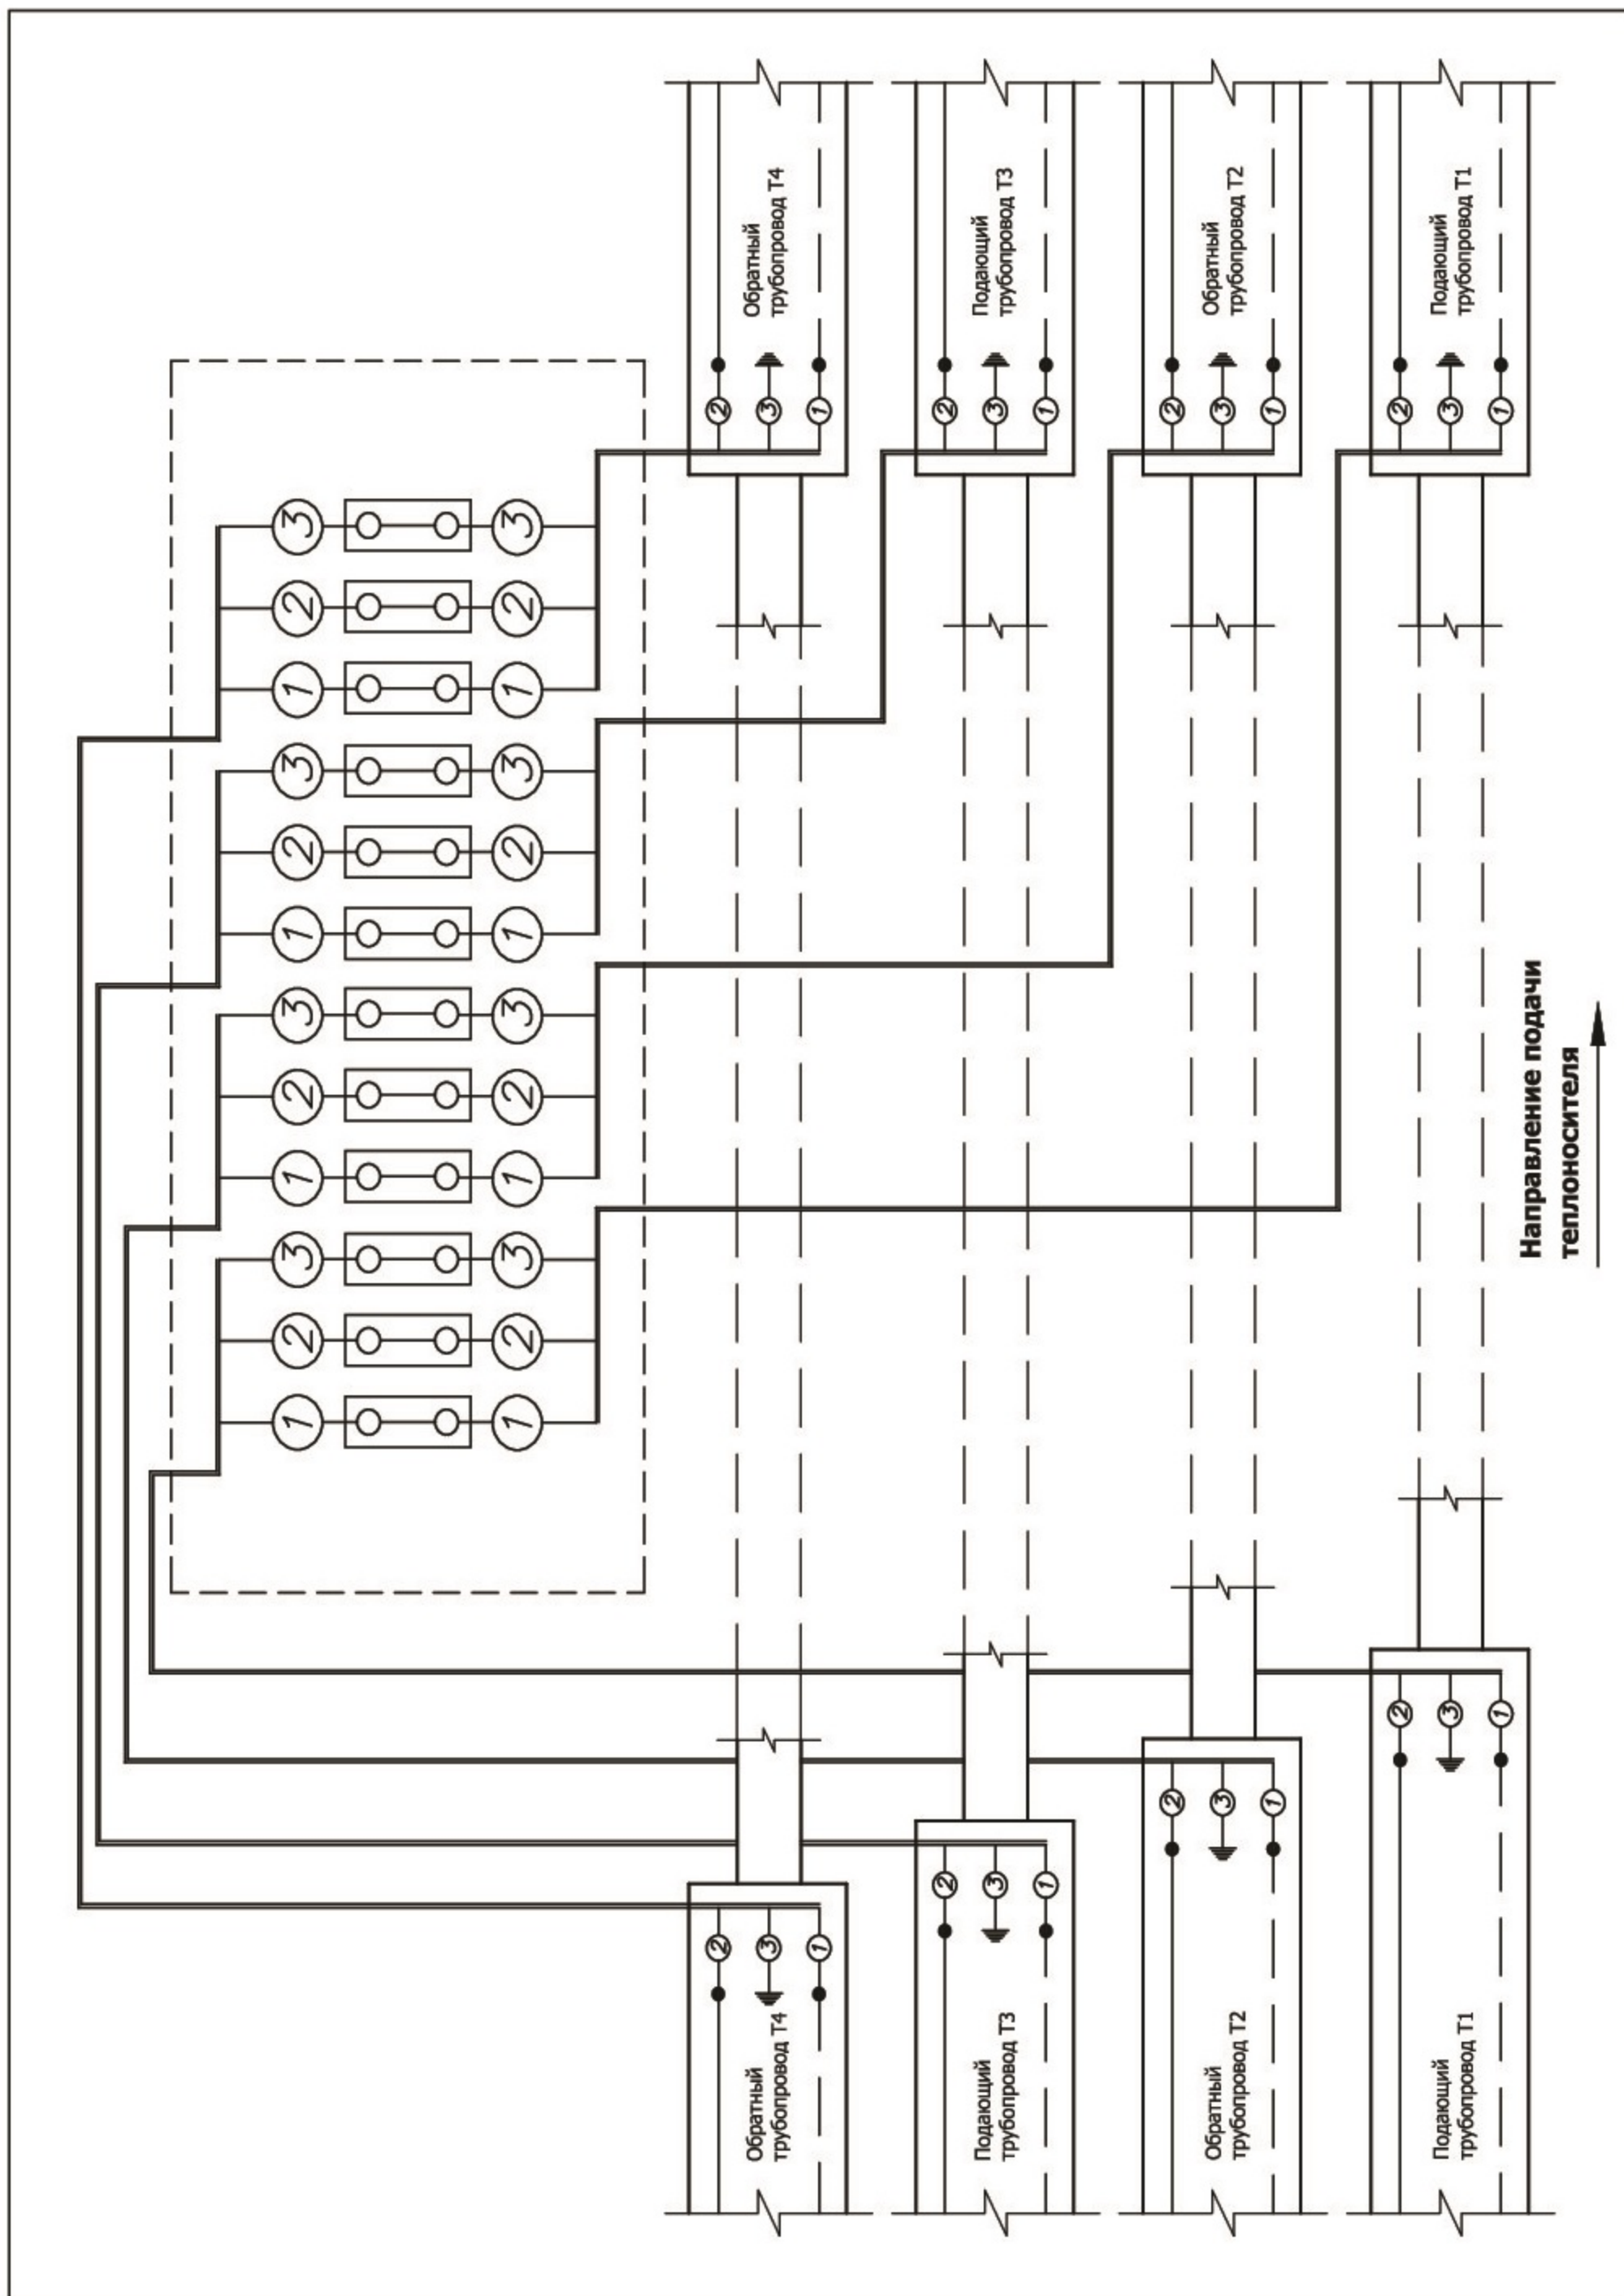

Рис. 8 Объединение четырех независимых четырехтрубных систем ОДК
8. Для объединения двух независимых четырехтрубных систем ОДК монтаж проводников внутри терминала осуществлять по электрической схеме – **Рис. 8**.